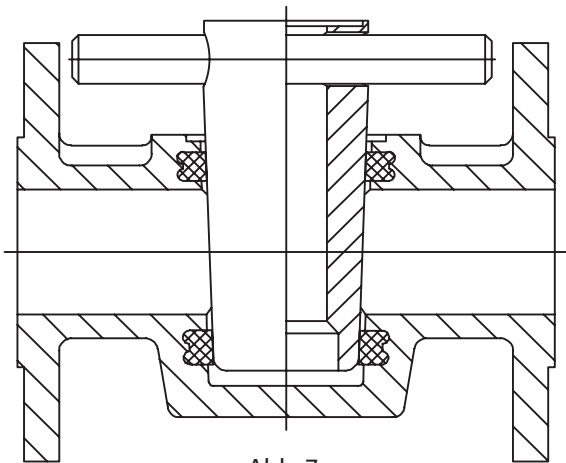
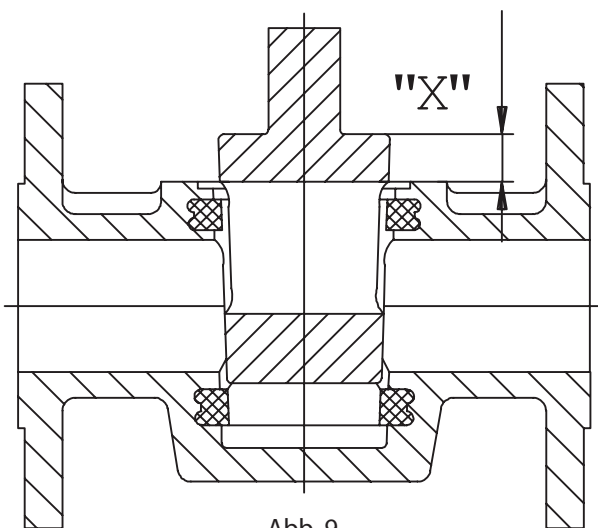

Abb. 7
Abb. 9
7. Buchse prägen (Abb. 7, 8 + 9)
Buchse mit einem Prägestempel und langsam prägen, bis der Prägestempel am Gehäuseboden ansteht. Falls zulässig, harzfreies Fett (Vaseline) als Gleitmittel verwenden. Mit Hilfe einer Welle, die in beide Bohrungen gesteckt wird, kann durch gleichzeitiges Drehen und Anheben der Stempel wieder entfernt werden (Abb. 7). Zur Kontrolle des Prägevorganges ist das Küken einzusetzen und zu überprüfen, ob die Oberkante der Anschlussöffnung des Küken auf einer Ebene mit der Oberseite des Gehäuses liegt (Abb. 9), und das Küken-Maß zu beachten siehe Tab. 1. Eventuell ist ein Nachstempeln erforderlich. Buchse und Gehäuseinnenraum säubern.